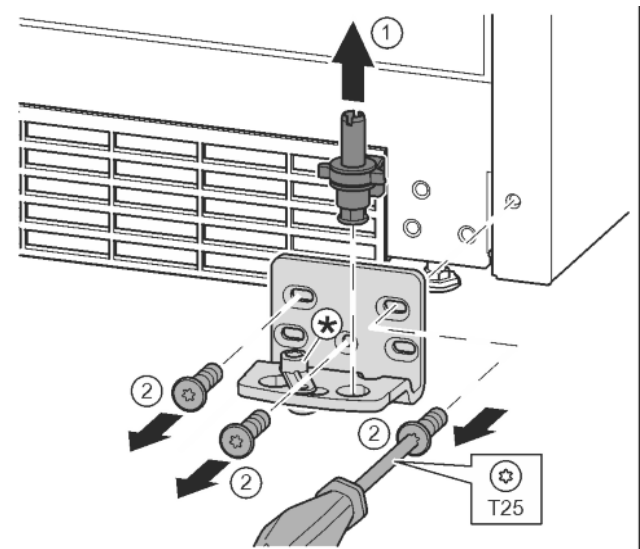

Fig. 11
- ▶ Extrageți complet bolțul de lagăr în sus. Fig. 11 (1)
- ▶ Deșurubați șuruburile cu șurubelnița T25 și detașați suportul de lagăr. Fig. 11 (2)